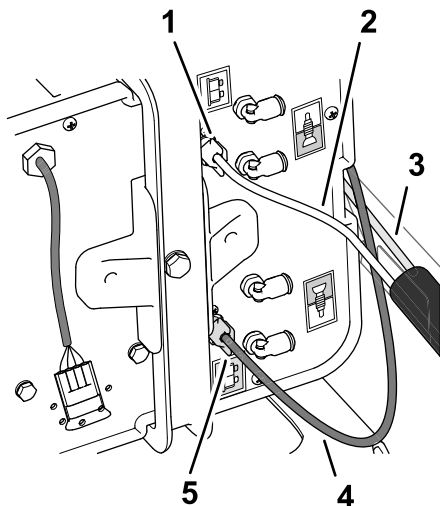

Figura 5
3. Encaminhe a extremidade livre do tubo transparente 92 cm da união da tampa à união do lado do compressor com a porca de compressão branca (Figura 4 e Figura 5).